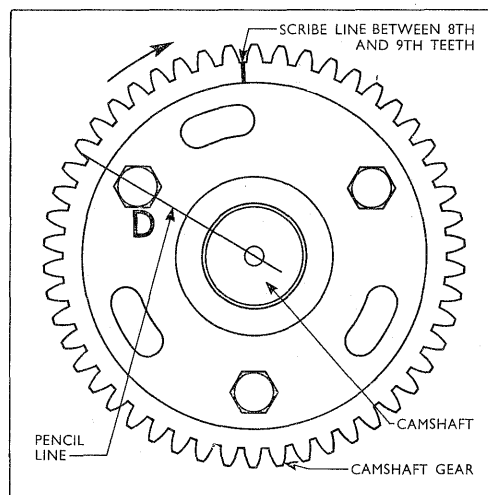

Fig. 8. Mærkning af et nyt knastakselhjul eller et hjul uden mærke.
6. Træk en linie (enten en tænkt linie eller en linie med en blyant) fra knastakslens centrum gennem centret for hullet ved "D"-mærket (fig. 8) og tæl 8 tænder frem - med uret - mellem ottende og niende tand indrises et indstillingsmærke.